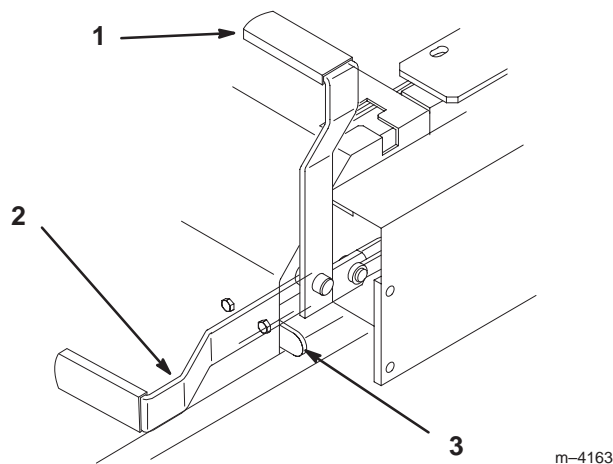

Figure 9
2. Tirez le frein de stationnement en arrière et vers le haut pour le serrer (Fig. 9). Une fois serré, le frein de stationnement ne doit plus bouger.
Poussez le levier du frein de stationnement vers l'avant et vers le bas (Fig. 9) afin de le desserrer. Le frein de stationnement est alors desserré et le levier est en appui contre la butée du frein.